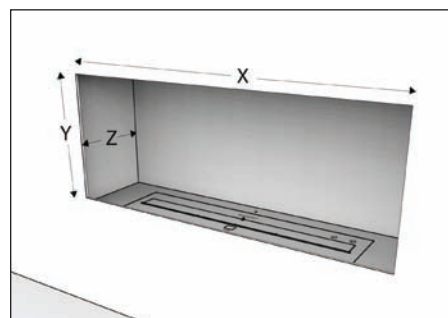

Fig. 1
A. DIMENSIONI INTERNE PER L'INSTALLAZIONE DI UNA FIREBOX (Fig. 1)